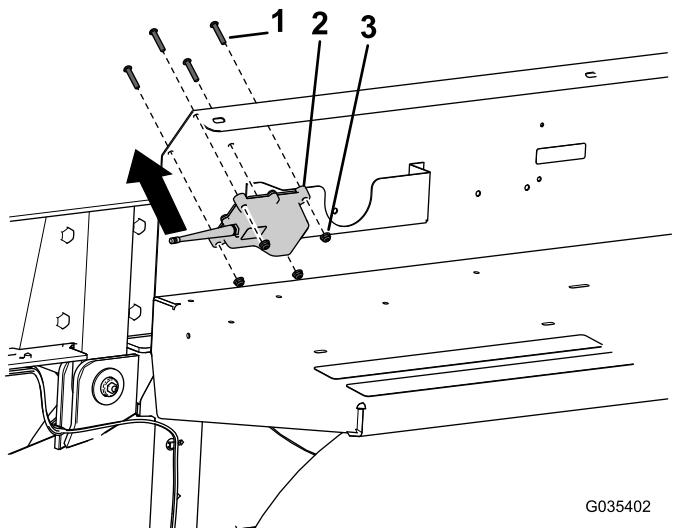

图5
2. 如图5 所示用 4 个平头螺丝 $\frac{1}{4} \times 1\frac{1}{4}$ 英寸和 4 个螺母 $\frac{1}{4}$ 英寸将 RF2CAN 控制器安装到挡泥板罩上。
注意 确保按照正确的方向安装螺丝请参阅图5。